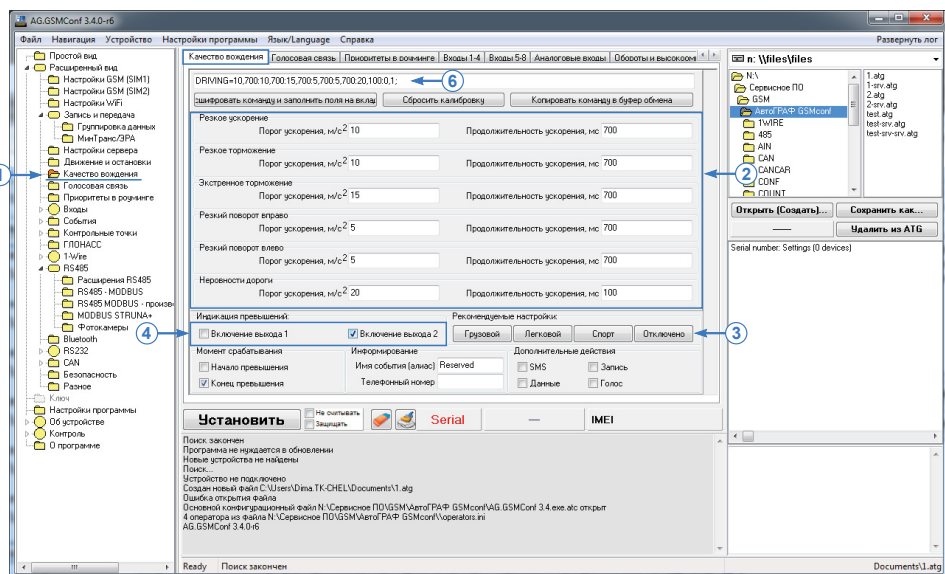

Рис.1. Формирование команды DRIVING.
- откройте программу «AG.GSMConf» актуальной версии и перейдите на вкладку «Качество вождения» в разделе «Расширенный вид» (**Рис.1, п.1**).
- на этой вкладке настройте пороги ускорений (**Рис.1, п.2**). Для оценки качества вождения используются несколько типов ускорений. Датчик проверяет пороговые значения этих ускорений и фиксирует превышение, если значение параметра ускорения было больше установленного порога в течение заданной продолжительности. Для контроля качества вождения используются следующие параметры ускорения:
Для выбора нужной настройки, нажмите соответствующую кнопку (Рис.1, п.3) – рекомендуемые настройки порогов ускорений будут занесены в соответствующие поля на вкладке «Качество вождения», в том числе и в поля команды удаленной настройки.
- настройте состояния дискретных входов, устанавливаемые при регистрации нарушения (Рис.1, п.4). При превышении порога ускорения датчик может быть настроен включать цифровые выходы. Выход находится во включенном состоянии, пока превышен порог. Данная настройка позволяет подключить к выходу устройство оповещения – светодиод или звукоизлучатель и немедленно сообщать водителю о факте нарушения. Также выходы датчика могут подключаться к цифровым входам бортового контроллера «АвтоГРАФ» и инициировать их срабатывание.
При установке настроек на вкладке «Качество вождения» в поле в верхней части вкладки формируется команда удаленной настройки «DRIVING» с выбранными параметрами (Рис.1, п.5). Для дальнейшей работы необходимо скопировать данную команду.